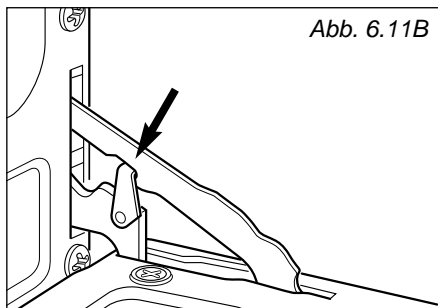

Abb. 6.11B
2. Haltebügel der Scharniere links und rechts nach oben in die Aussparung schwenken (abb. 6.11B).